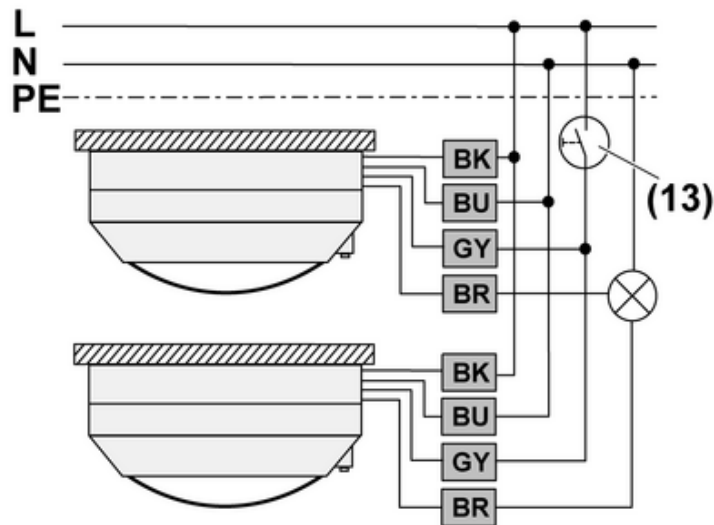

Figure 7: Schéma de raccordement parallèle
- Raccorder le détecteur de présence selon le schéma de raccordement (figure 7).
- Raccorder la touche d'installation (13) en option à tous les détecteurs de présence (figure 7). Elle est nécessaire uniquement si une utilisation manuelle est également souhaitée.